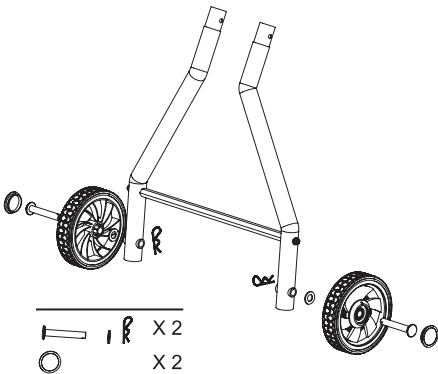

Рис. 5 Установка колес на переднюю опору LSH5001H
3. Установите на переднюю опору транспортировочные колеса (Рис. 5).